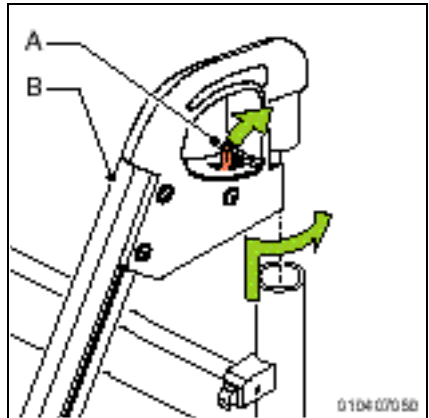

Figure 35
2. Poussez la gâchette (A) vers l'arrière pour déverrouiller le repose-jambes (fig 35)
4. Sortez le repose-jambes (B) du support par le haut.